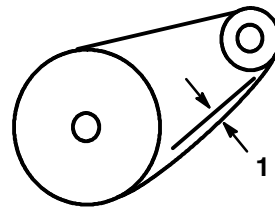

Figure 30
4. Pour contrôler la tension, soulever la chaîne en son milieu, sans forcer. La chaîne doit s'écarter de 3 à 10 mm (1/8-3/8") (Fig. 30).